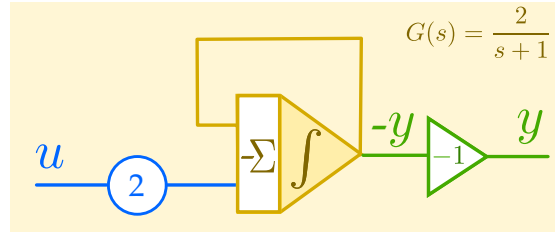

Figura 10: Realización de la planta $\frac{2}{s+1}$
- a) Muestre, mediante la ecuación diferencial, que el diagrama de computador analógico de la figura 10 realiza la función $G(s) = \frac{2}{s+1}$ de la planta.
- b) Implemente en el THAT la función de transferencia de $G(s)$ mostrada en la figura 10. Para lograr coeficientes mayores a la unidad use el modo de multiplicación $\times 10$ presente en las entradas de los bloques sumadores e integradores. Por ejemplo, para implementar el coeficiente 2, podemos hacerlo así: